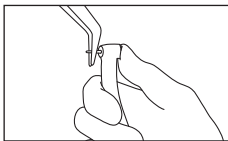

Fig. 7
- 2) Retirez la fraise. (Fig. 7)